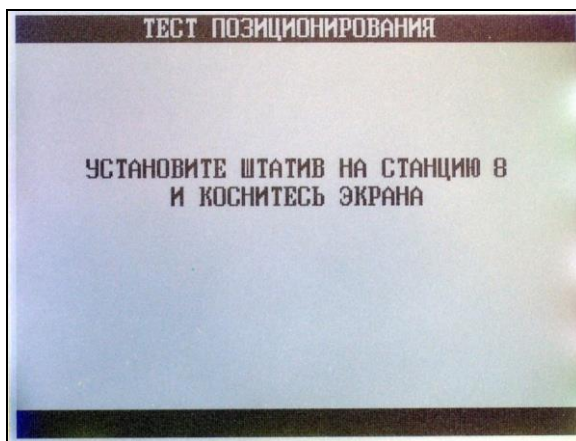

Рисунок 24. Внешний вид экрана теста позиционирования
6.3.4. После появления на экране сообщения (Рисунок 24), установите один из штативов из комплекта принадлежностей автомата на поддон в станцию № 8 и коснитесь сенсорного экрана – автомат по программе начнет перемещение штатива из станции в станцию, делая выдержку в 2 секунды в каждой станции. После выдержки штатива в станции № 1 (стан-
6.3.5. Окончание теста индицируется мигающим зелёным светодиодом на датчике присутствия № 8. После прохождения теста снова появляется экран сообщения теста позиционирования (Рисунок 24). Тест для штатива, а также установленных в рабочей камере поддонов и ванн закончен.
6.3.8. По окончании теста позиционирования на экране снова появляется сообщение (Рисунок 24). Для выхода из программы позиционирования необходимо выключить автомат выключателем на правой панели автомата.